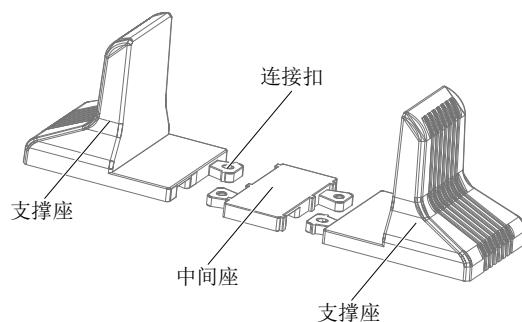

图2-7 连接支撑座和中间座
1. 从附件中取出支撑座, 将 1 对支撑座 (附件) 和 1 个中间座 (附件, 仅适用于 16kVA/20kVA 机型) 通过连接扣组装在一起, 如图 2-7 所示, 平置于安装台上。